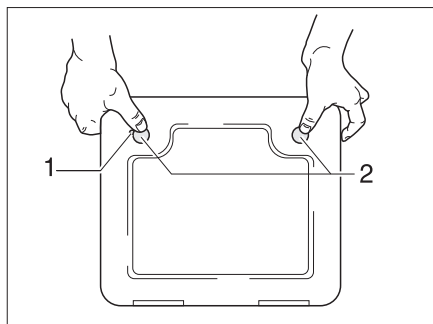

Fig. 260 Sportello per la cassetta della toilette
- Aprire lo sportello della cassetta all'esterno del veicolo. Inserire la chiave nel cilindro della serratura a pressione (Fig. 260,1) e ruotare di un quarto di giro.
- Premere contemporaneamente con i pollici entrambe le serrature a pressione (Fig. 260,2) e aprire lo sportello per la cassetta.